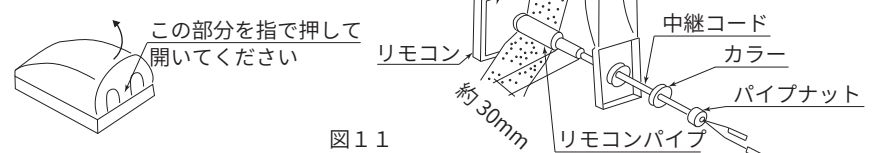

図11
2. リモコンパイプにリモコンの中継コードを通し、リモコンにリモコンパイプをねじ込み、取り付けます。（図11）
3. リモコンパイプが外壁面より30mmほど出るようにリモコンパイプのねじで長さ調節をして、壁の穴に挿入します。（図11）
5. 屋外で、防水カバーのふたをあけ、防水カバー・カラーの順で中継コードおよびリモコンパイプに通します。（図11）
6. パイプナットをリモコンパイプに締めつけます。（締め過ぎに注意してください。）（図11）